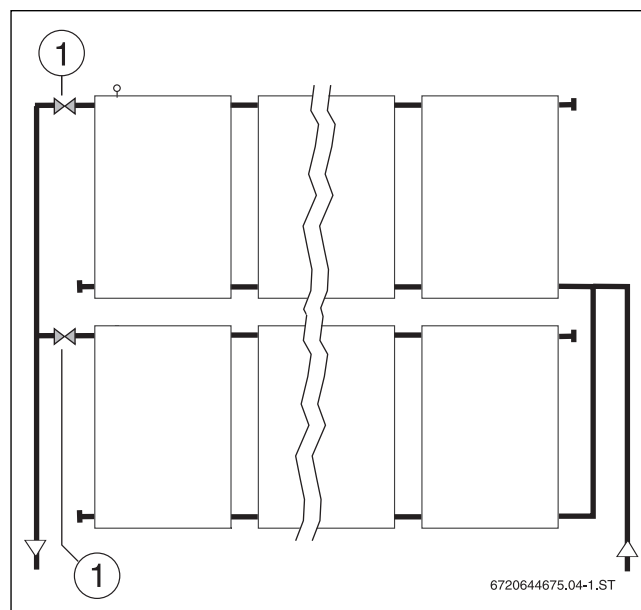

Fig. 71 Rinçage de champs de capteurs parallèles
- Monter sur le départ des robinetteries d'arrêt résistantes au glycol et aux températures élevées (→ fig. 71, [1]).